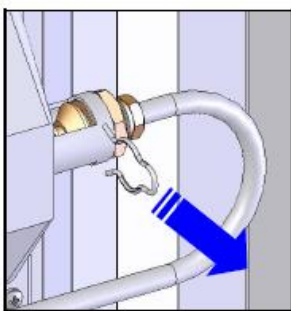

Figure 3
- Abziehen und Entfernen der Anschlussklemme der Bolzen (Bild 3.).